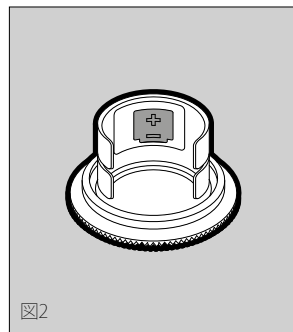

図2
- ▶ 電池は、プラス極を上向きにカバーのホルダーに入れる、またはホルダーから取り出す (図2)。